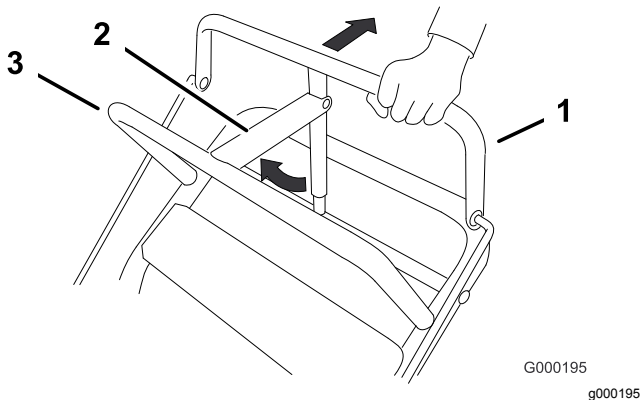

Figura 5
1. Tire de la barra de control superior hacia atrás y manténgala en esta posición (Figura 5).
2. Levante la palanca del freno de estacionamiento y suelte poco a poco la barra de control superior. La palanca del freno de estacionamiento debe permanecer en la posición de Puesto (Figura 5).